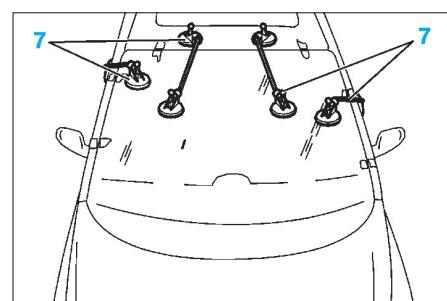

FIG. 79
- Exercer une pression constante à l'aide des ventouses à fils (7) (Fig.79).